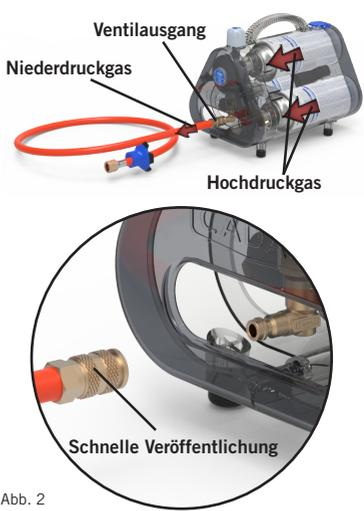

Abb. 2
- Ensure that the hose is connected securely to the outlet of the Power Pak (Fig. 2).
- Stellen Sie sicher, dass der Schlauch fest mit der Steckdose des Power Pak verbunden ist (Abb.2).